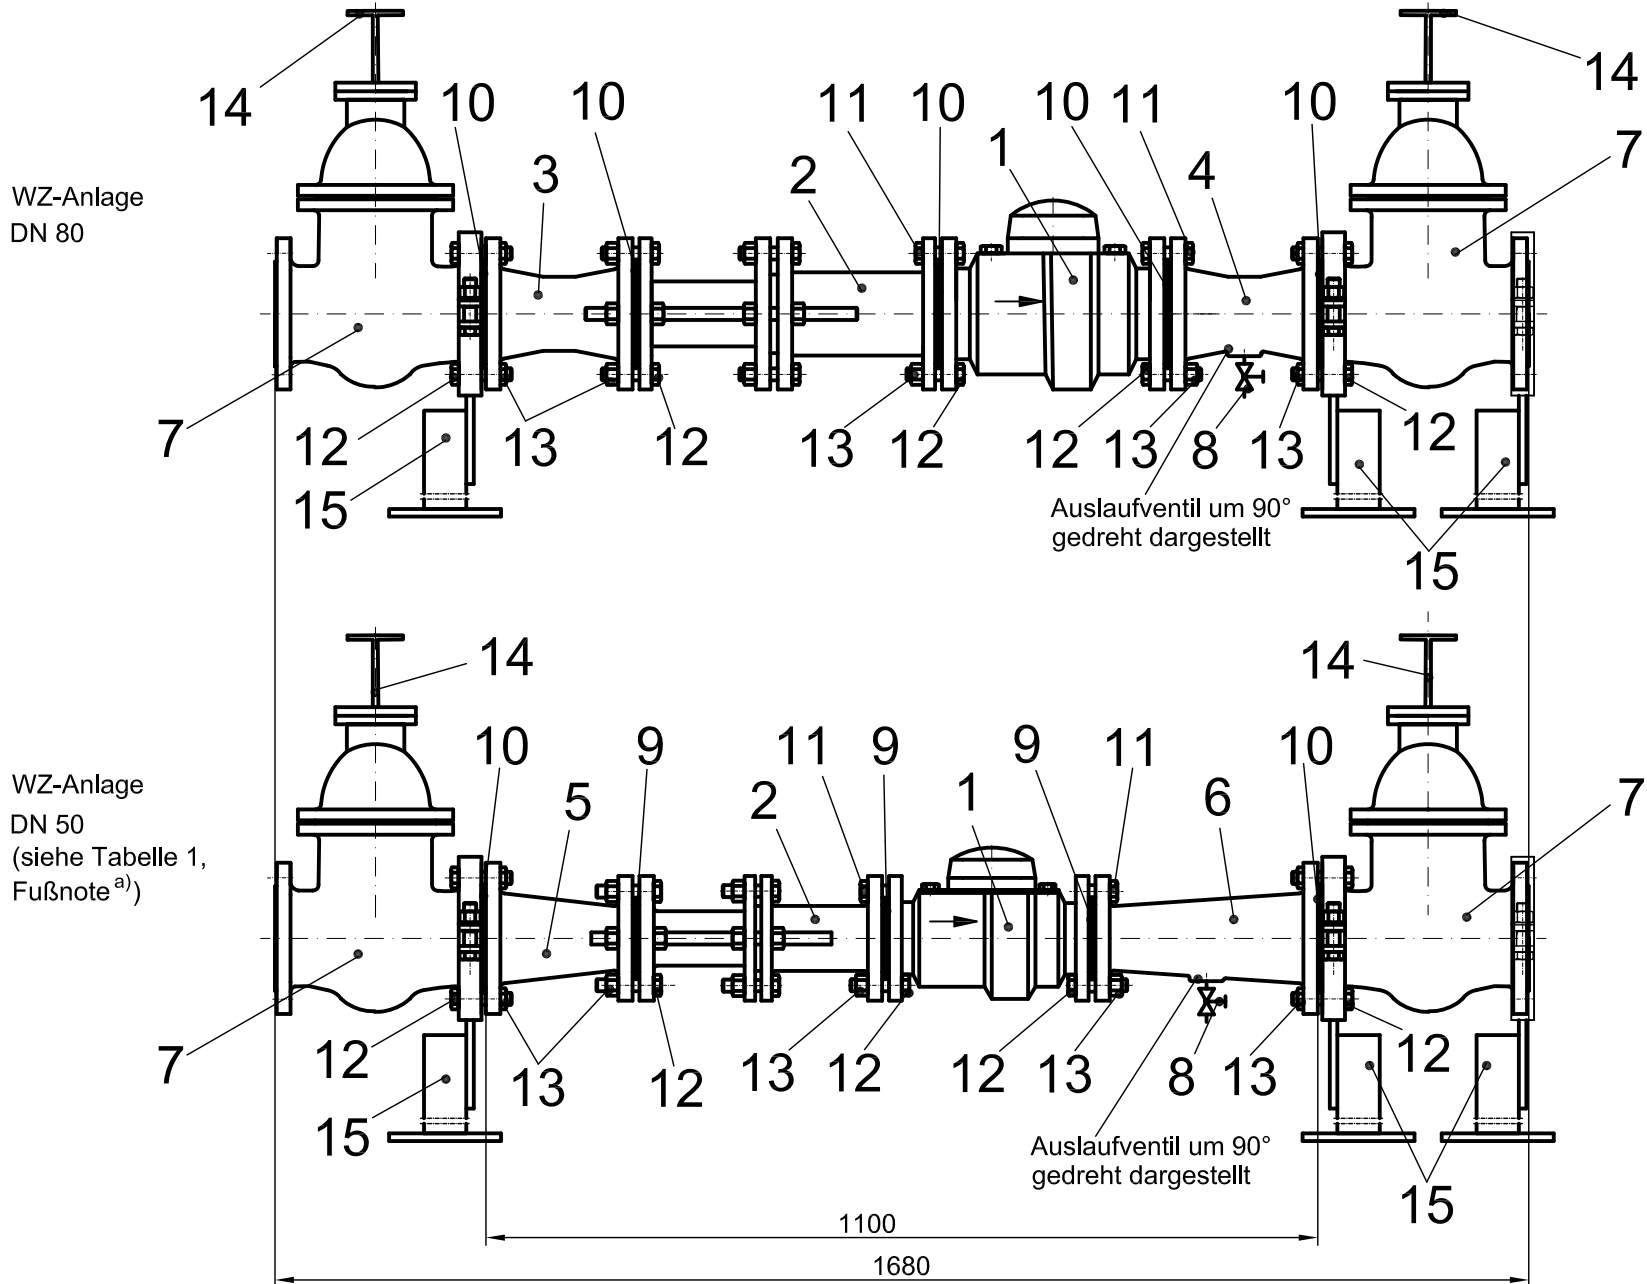

Bild 1 – Aufbau und Maße für Großwasserzähler-Anlagen DN 50 und DN 80 für Anschlussleitung DN 80 (Prinzipskizze)
- c) Umgehungszähler aus Bild 1 entfernt, da dieser Bautyp (Einstrahlzähler) nur noch ohne Umgehungszähler hergestellt wird.
Die im Bild 1 dargestellten WZ-Anlagen sind die Vorzugsvarianten und sollen bei Neuanschlüssen generell Anwendung finden. Hinweise auf Vorzugsvarianten und Reihenfolgen sind bindend. Vermieden werden soll ein größerer Umbauaufwand.